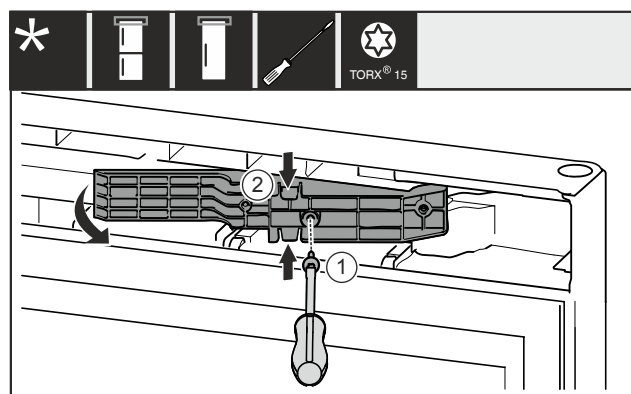

Fig. 15 *
- Wyciągnąć śrubę Fig. 15 (1).*
- Ścisnąć lekko element adaptera Fig. 15 (2) u góry i na dole i wyciągnąć do przodu.*